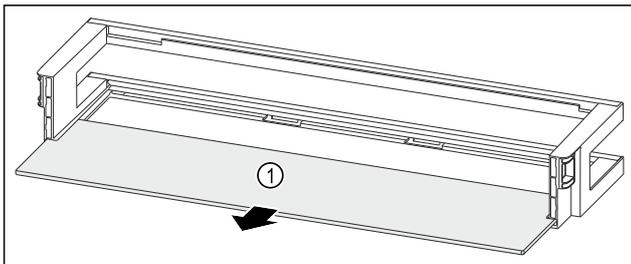

Fig. 122 Türabsteller mit Abstellfläche
- ▶ Abstellfläche Fig. 122 (1) entnehmen.